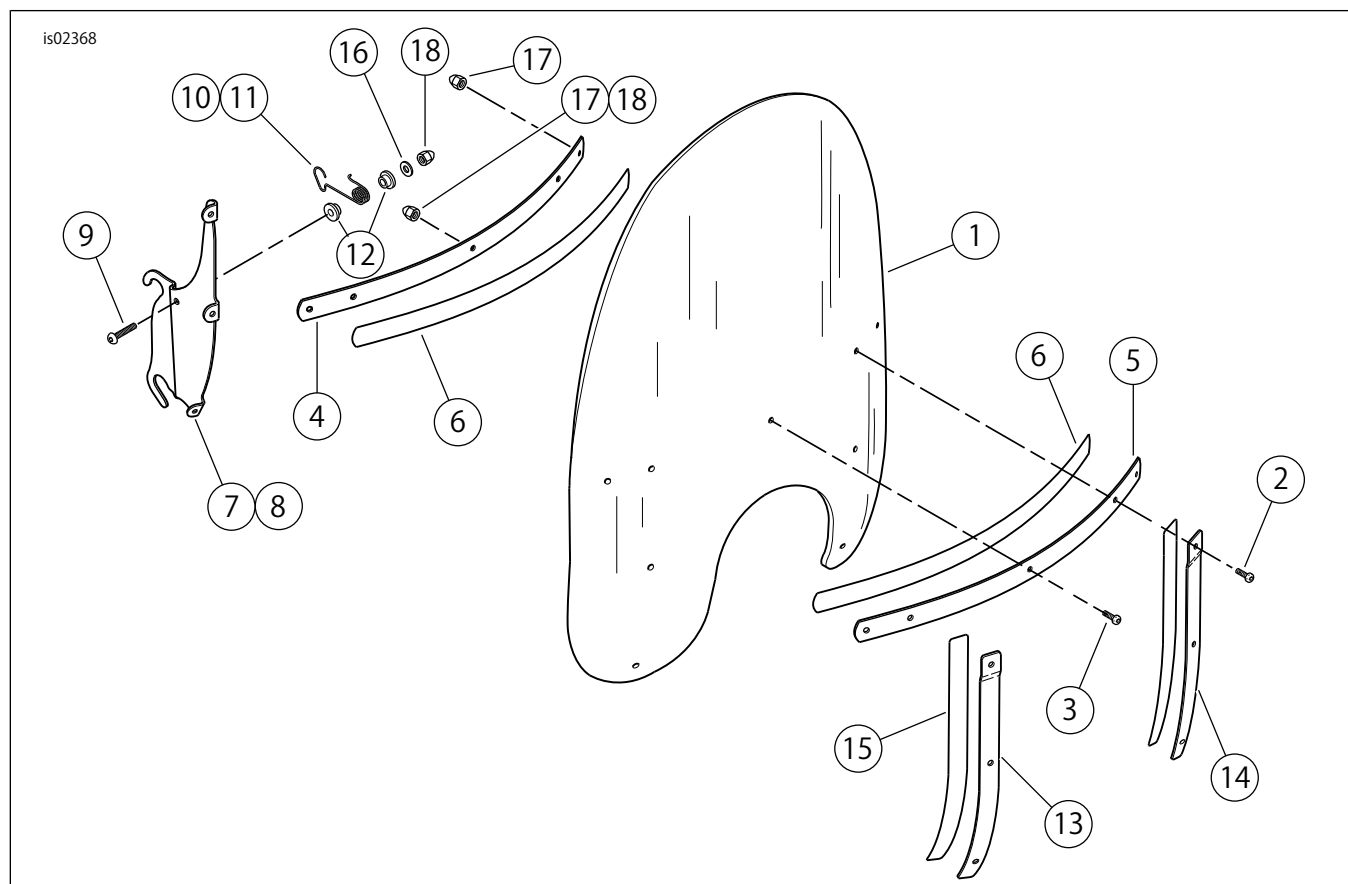
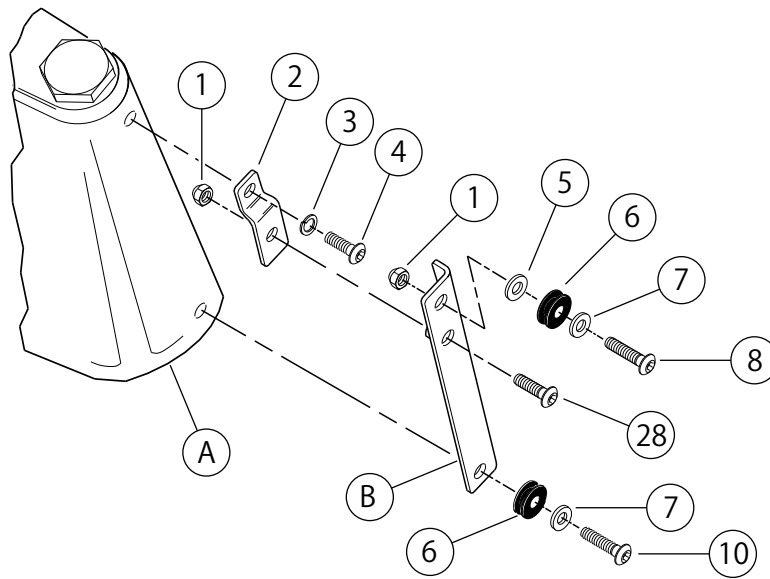

図1. 交換用パーツ: ウィンドシールドキット
図2。交換用パーツ: WindshieldHardwareKit(ウインドシールドハードウェアキット)
「図1」および「表2」、「図2」および「表3」を参照してください。
2. 「図2」を参照してください。下部フォグ/パッシングランプブラケットのスクリュー(10)を所定の位置に保持します。左側と右側ブラケットの上部を、モーターサイクルの後方に向かって回転します。